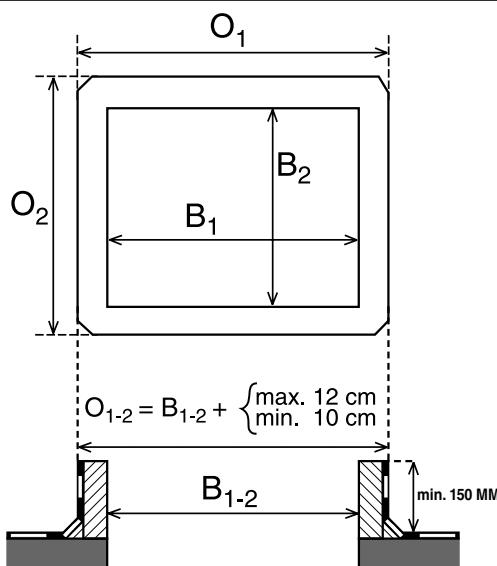

Fig. 4
1.4 Anderer Aufsatzkranz (siehe Bild 4)